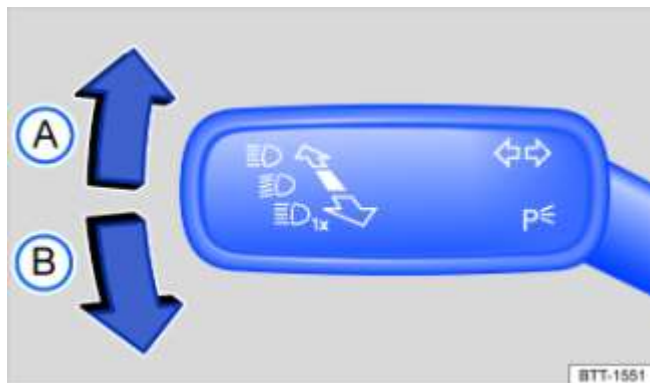

Fig. 82 À gauche sur la colonne de direction : levier des clignotants et de l'inverseur-codes
- En partant de la position médiane, amenez le levier des clignotants et de l'inverseur-codes dans la position suivante → Fig. 82 :
- (A) Clignotement à droite ➡.
- (B) Clignotement à gauche ➡.